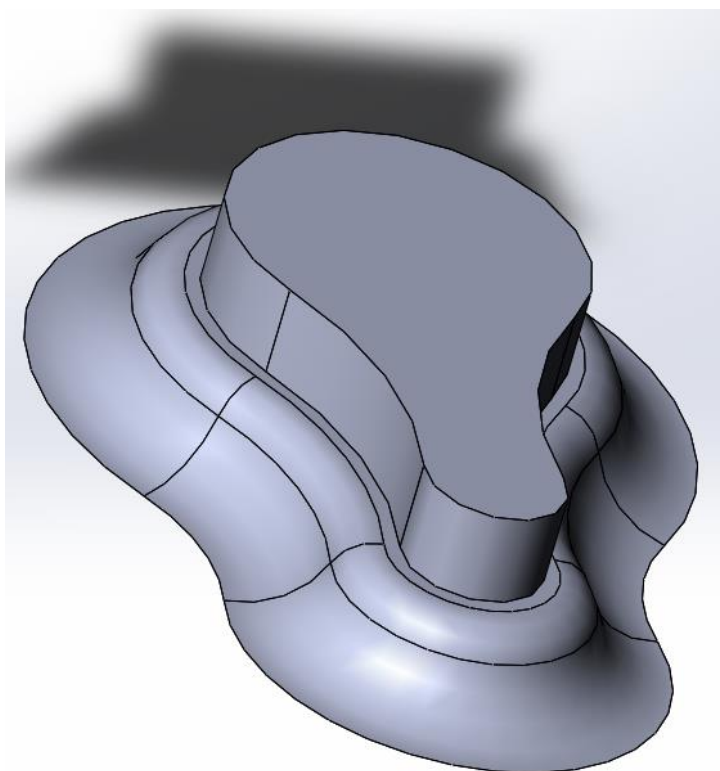

Рисунок 33 – заготовка формы петли
52. Вырезать подложку аналогично пункту 13 (рис. 33).